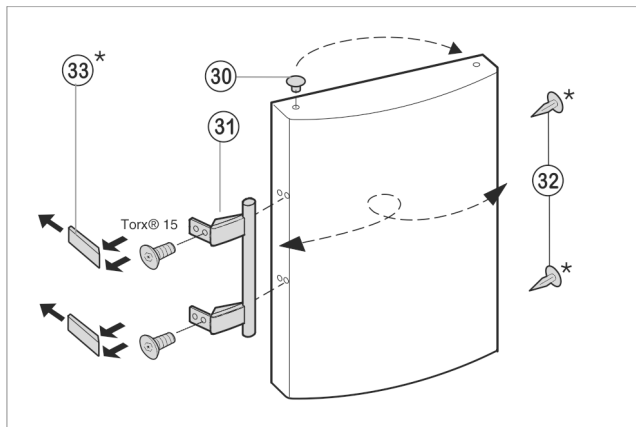

Fig. 10
- ▶ Zátky Fig. 10 (30) vyjměte z pouzdra ložisek dvířek a přemístěte je.
- ▶ Madlo dveří Fig. 10 (31), zátky Fig. 10 (32) a krycí destičky Fig. 10 (33) odmontujte a přemontujte na protější stranu.